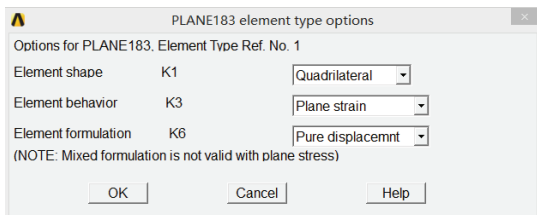

图 3-26 PLANE183 单元属性设置对话框
3) 单击 Element Types 对话框上的 Options 按钮, 出现 PLANE183 element type options 对话框, 在 Element behavior K3 下拉选框中选择 Plane strain, 其余选项采用默认设置, 如图 3-26 所示, 单击 OK 按钮关闭该对话框。